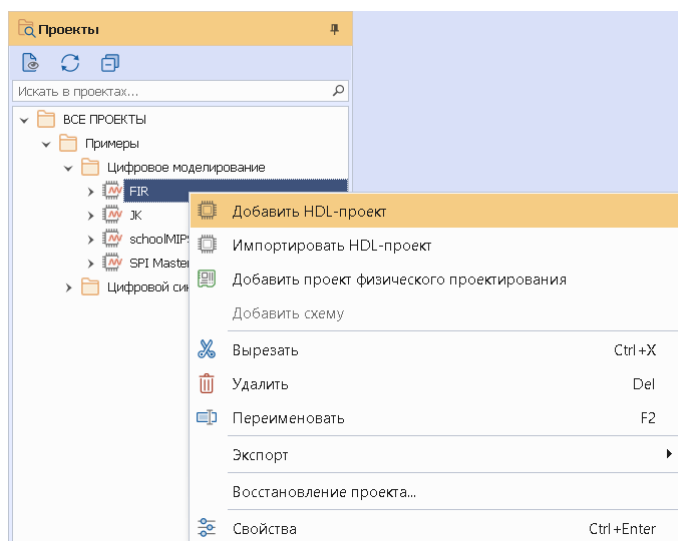

Рис. 10 Добавление HDL проекта с имени проекта
2. Выберите пункт «Добавить HDL-проект», см. Рис. 10.